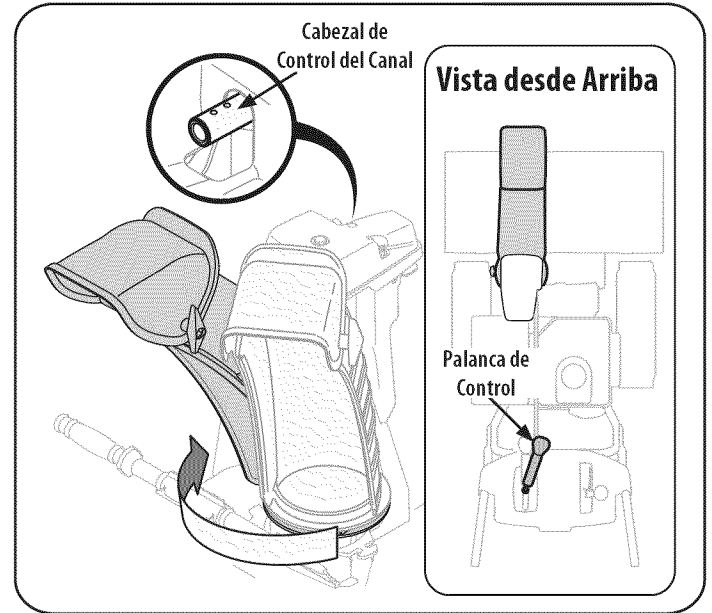
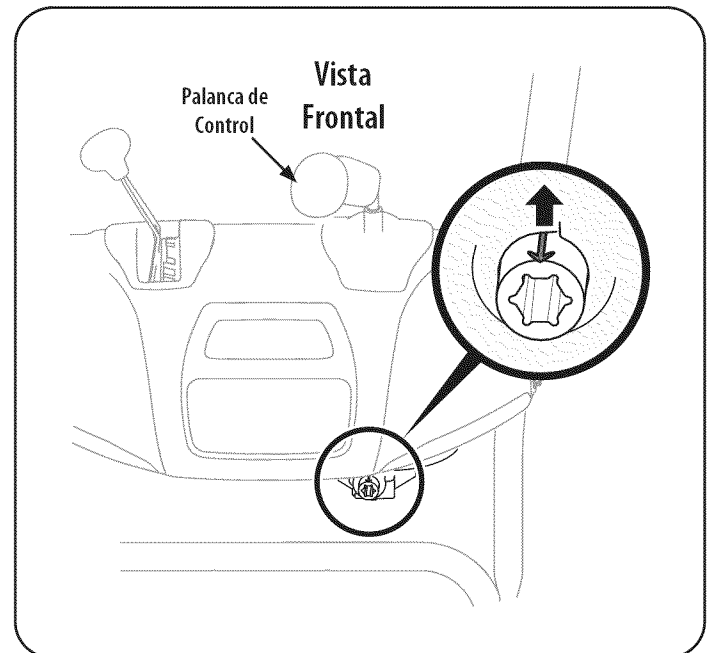

Figura 5
Figura 6
5. Apriete el disparador en la palanca de control y gire el canal manualmente para que mire hacia delante. Los orificios en el cabezal de control del canal estarán mirando hacia arriba. Vea la Figura 5.
6. Gire la palanca de control a una posición tan que la flecha indicadora plateada en el engranaje del piñón por debajo del panel de control señale hacia arriba. Vea la Figura 6.
NOTA: La palanca de control girará ligeramente hacia la derecha. Vea la Figura 5 & la Figura 6.